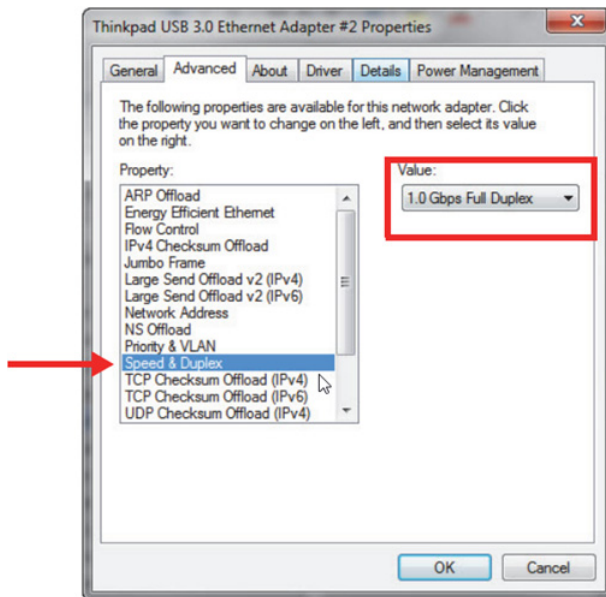

図 7-3 スピード&amp;デュプレックス設定
- **プロパティの詳細タブで速度とデュプレックス**を選択し、**値で 1.0 Gpbs Full Duplex** または **Auto-Negotiation**（74 ページの図 7-3）に変更します。